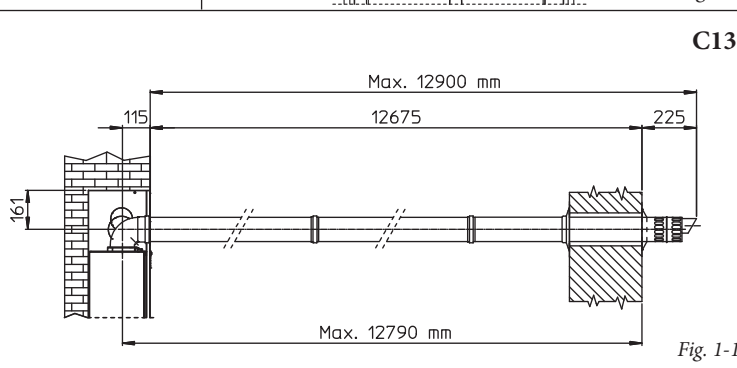

Fig. 1-14
- Prolunghe per kit orizzontale (Fig. 1-14). Il kit orizzontale di aspirazione-scarico Ø 60/100 può essere prolungato fino a una *misura max. di 12,9 m* orizzontali, compreso il terminale grigliato ed esclusa la curva concentrica in uscita dalla caldaia. Tale configurazione corrisponde ad un fattore di resistenza uguale a 100. In questi casi è necessario richiedere le apposite prolunghe.